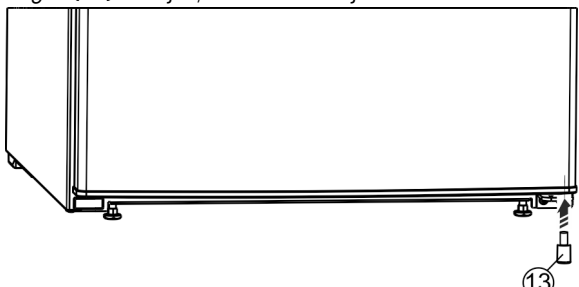

Fig. 9
- ▶ Distančnik *Fig. 9 (13)* ponovno namestite v vrata spodaj desno, saj je pomemben za stabilnost naprave.